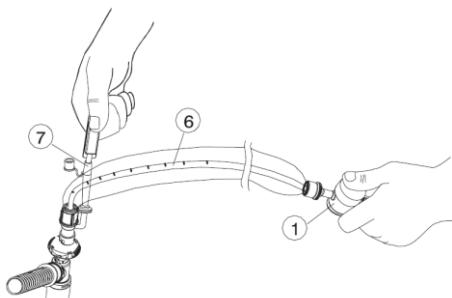

図 5
- (8) 吸引カテーテル(6)を洗浄するには、カテーテル洗浄液(0.9%塩化ナトリウム水溶液)容器を回転させてキャップを取り除く。カテーテル洗浄液容器または生理食塩液\*を満たしたシリジを洗浄ライン(7)に接続する。吸引バルブ(1)を作動させ、同時にカテーテル洗浄液/生理食塩液を注入する。(図5)